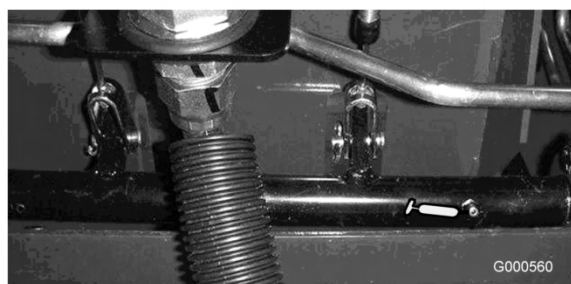

Figura 22
- Cuscinetti orientabili (5) dell'albero del freno (Figura 22)